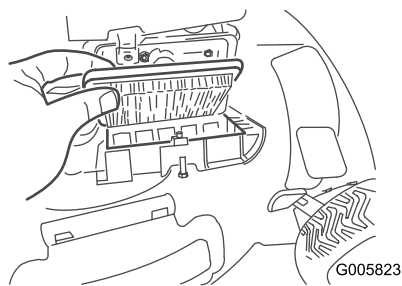

Рисунок 35
3. Замените воздушный фильтр (Рисунок 35).